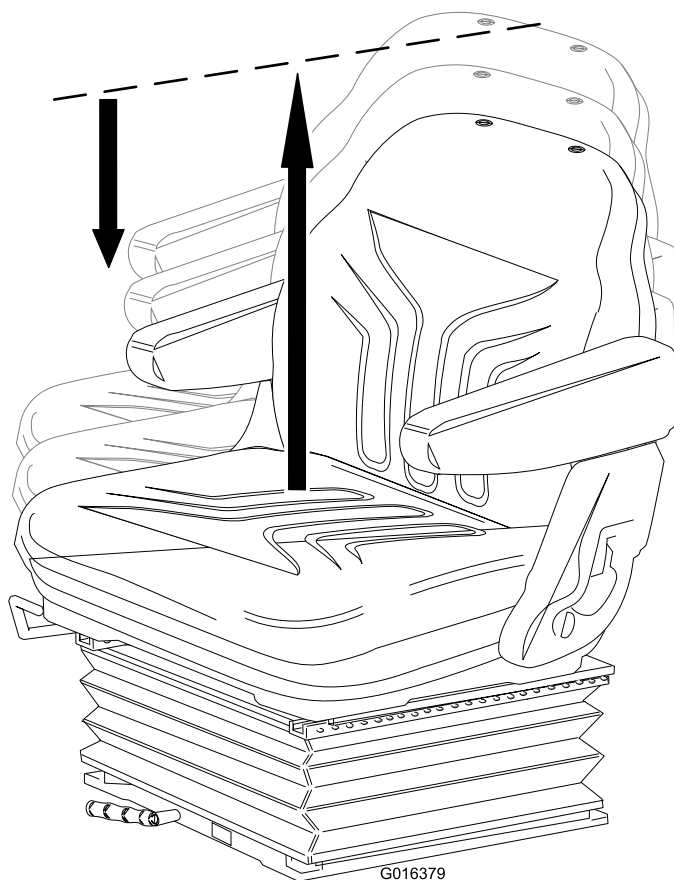

Figura 13
- **Regolazione dell'altezza:** Sollevate manualmente il sedile per regolare l'altezza secondo determinati incrementi. Per abbassare il sedile, sollevatelo fino oltre l'altezza massima, quindi lasciatelo scendere fino all'altezza minima (Figura 13).